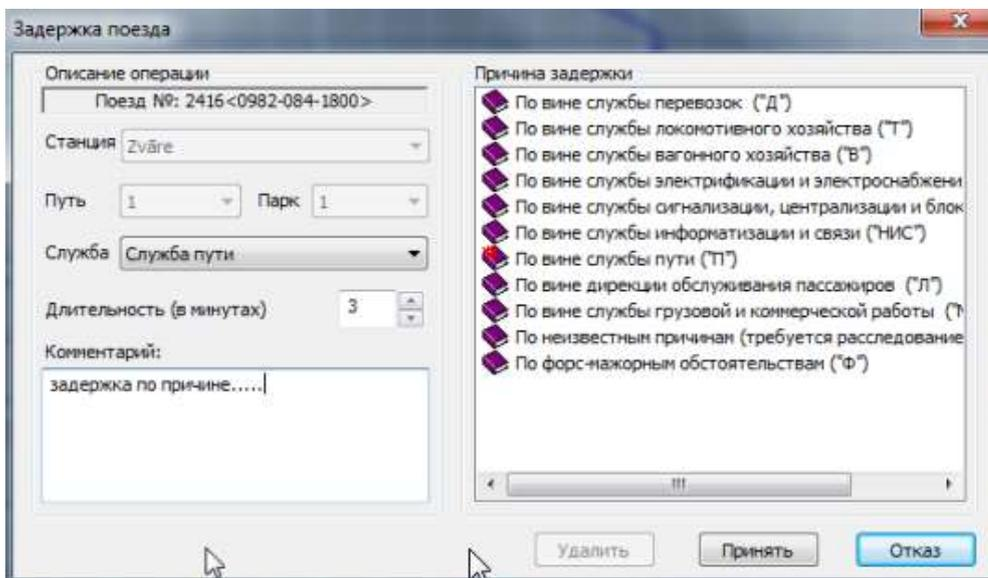

Рис.204. Окно «Задержка поезда» с указанием задержки по станции.
- При необходимости ввести текстовый комментарий (см. рис.204).
Повторный выбор пункта меню «Задержка поезда на станции» позволяет отредактировать или удалить пометку о задержке в окне (см. рис.204).